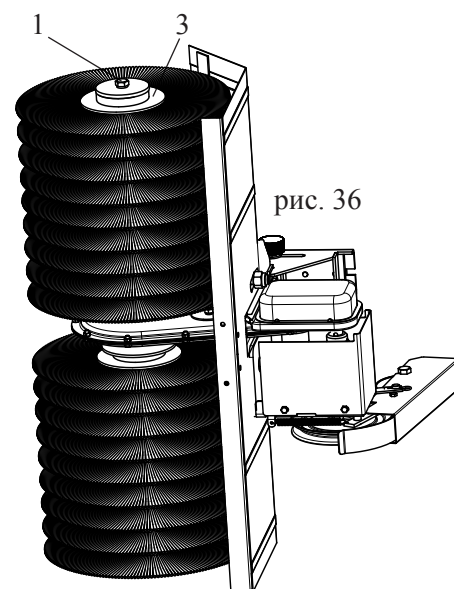
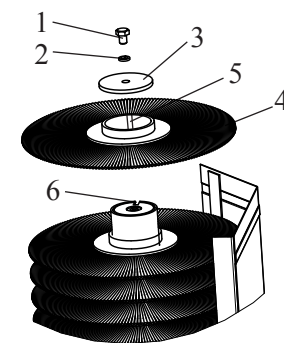

рис. 36
рис. 37
Установить щетку вертикально (рис. 36). Открутить болт (1), снять шайбу (2), шайбу (3). Снять диски полипропиленовые (4) (рис. 37). Установить новые диски в обратном порядке. **Внимание!** Выступ кольца диска (5) устанавливать в паз (6) каркаса (7). Закрепите шайбу (3) болтом (1) через шайбу (2).